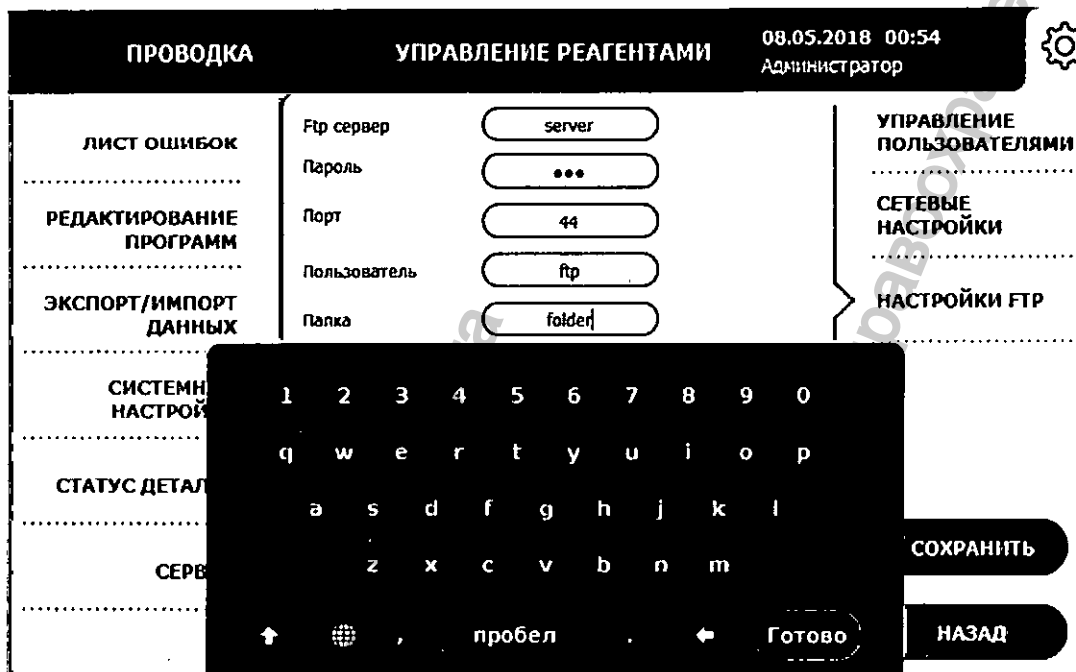

Рисунок 3.65. Ввод имени папки на FTP-сервере
5. В поле **Папка** введите имя папки на FTP-сервера для сохранения передаваемых данных, используя экранную клавиатуру (рисунок 3.65). Для подтверждения ввода нажмите кнопку **Готово**.